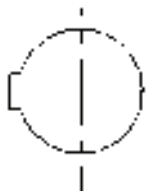

图 8-133 键槽轮廓线
6) 复制键槽。单击“修改”工具栏中的“复制”按钮, 选择键槽轮廓线和中心线, 如图 8-133 所示。